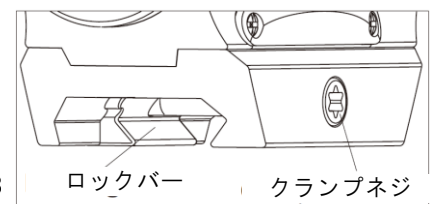

図 3
2. 適切なトルクスレンチ（付属）をクランプネジ頭へ挿入し、クロスボルトを回して緩めてください。そして、サイトを銃器レールの適切な場所へスライドさせてください。最後に、クランプネジを締めてください。（図3）